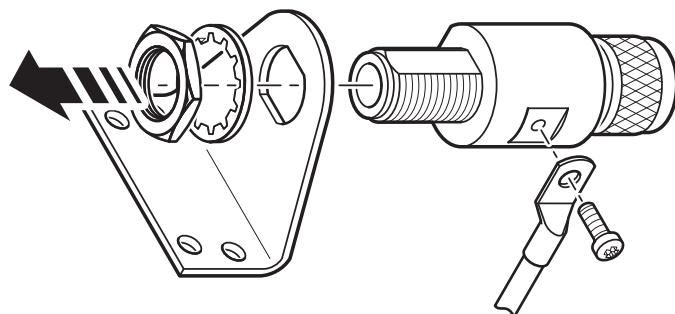

Abbildung 8.3: Montage des Überspannungsschutzes MBG S-PRO
2. Befestigen Sie die mitgelieferte Halterung wie in Abb. 8.3 gezeigt und montieren Sie dann den MBG S-PRO an der Halterung.